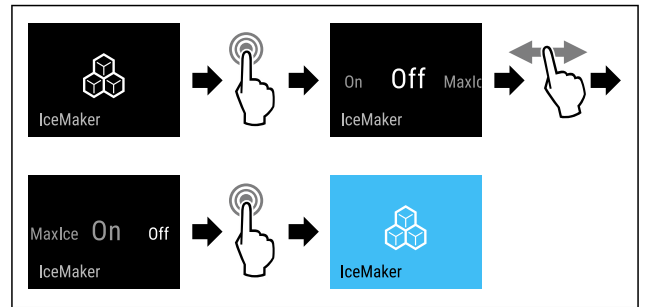

Fig. 19
- ▶ Провести етапи операцій (див. Fig. 19) .